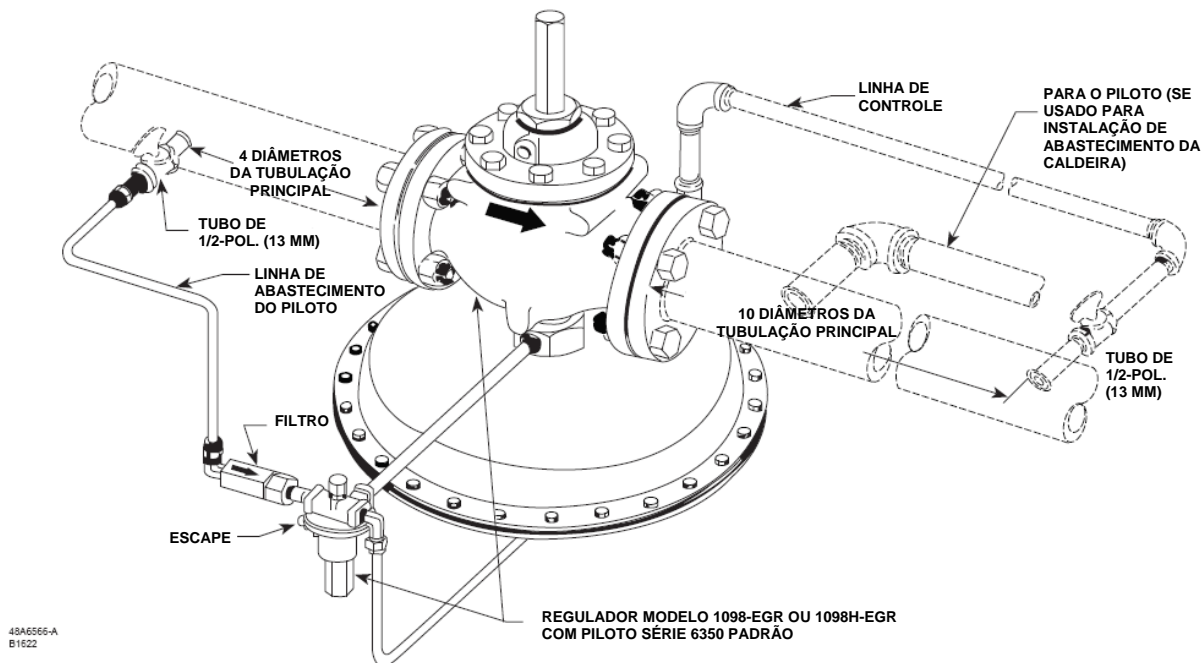

Figura 3. Instalação Padrão de um Único Piloto
Regulador Padrão com um Único Piloto (Figura 3)
4. Instale uma linha de abastecimento do piloto de 3/8-pol. (9,5 mm) de diâmetro externo ou maior desde a tubulação à montante até a entrada do filtro, conforme exibido na Figura 3. Não faça a conexão da tubulação à montante em uma área com turbulência, tal como, próximo de um bocal, redutor ou cotovelo. Se a pressão de entrada máxima do piloto puder exceder a pressão nominal do piloto, instale um regulador de pressão separado na linha de abastecimento do piloto. Instale uma válvula manual na linha de abastecimento do piloto juntamente com algumas válvulas de alívio (quantidade conforme necessário) para isolar e aliviar adequadamente a pressão do regulador.
5. Conecte uma linha de controle de pressão NPT de 1/2-pol. à jusante do regulador. Essa linha deve ser composta por uma tubulação reta, conforme exibido na Figura 3. Não faça uma derivação próxima de nenhum bocal, redutor ou cotovelo que possam provocar turbulência. Conecte a outra extremidade da linha de controle na conexão da tampa. Instale uma válvula manual na linha de controle para interromper a pressão de controle quando estiver sendo usado um desvio.